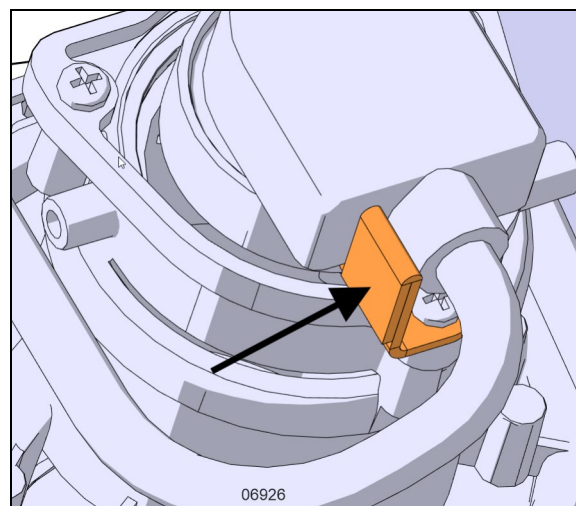

FIGURE 80 : BLOQUEUR DE CONNECTEUR
4. Installer la nouvelle ampoule xénon en suivant l'ordre inverse et en s'assurant que le bloqueur du connecteur est en place (FIGURE 80).